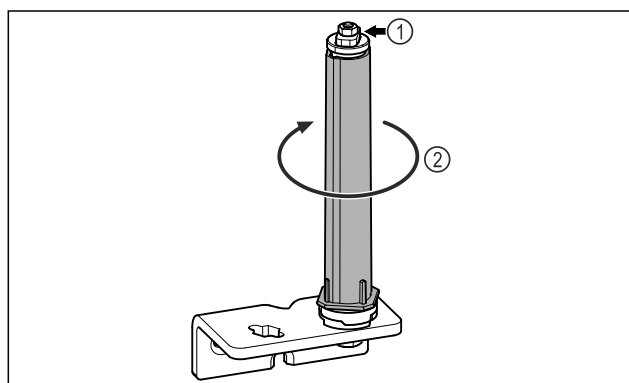

Fig. 21
- Neizjauciet durvju slēgšanas sistēmu Fig. 21 (1).
- ▶ Pagrieziet slēgšanas sistēmu *Fig. 21 (2)*, līdz tā noklikšķ.